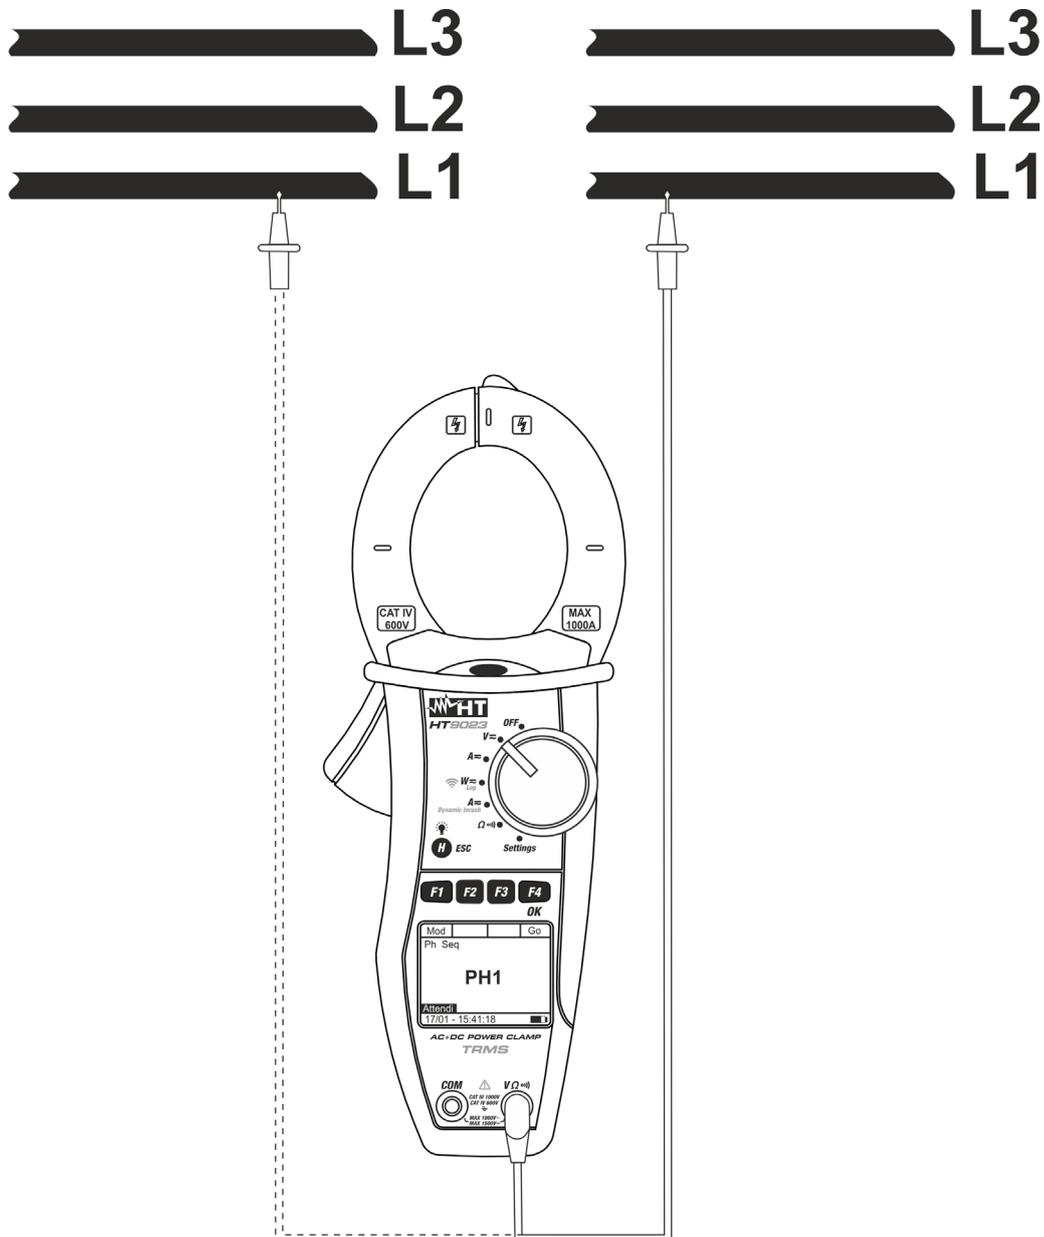

Abb. 8: Prüfung der Phasengleichheit
2. Verbinden Sie die rote Messleitung mit der  $V\Omega$  Eingangsbuchse und die schwarze Messleitung mit der COM Eingangsbuchse. **Kontaktieren Sie die rote Messspitze mit der Phase L1** (siehe Abb. 8)